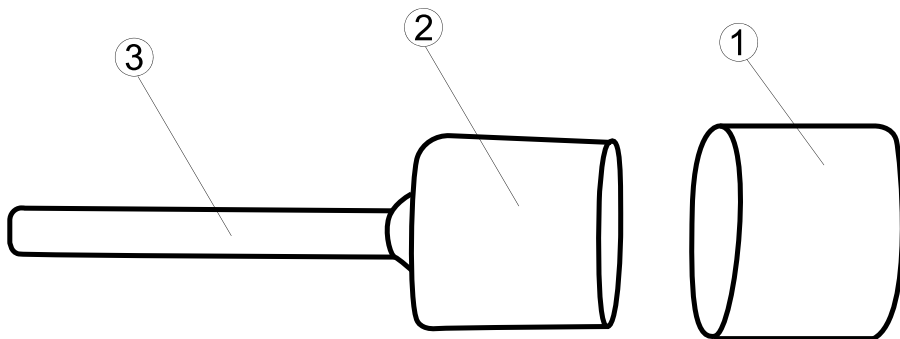

Рис. 8
- Для выполнения шлифовальных операций установите абразивный цилиндр 1 (рис. 8) на резиновую головку 2 (рис. 8) соответствующей державки 3 (рис. 8).